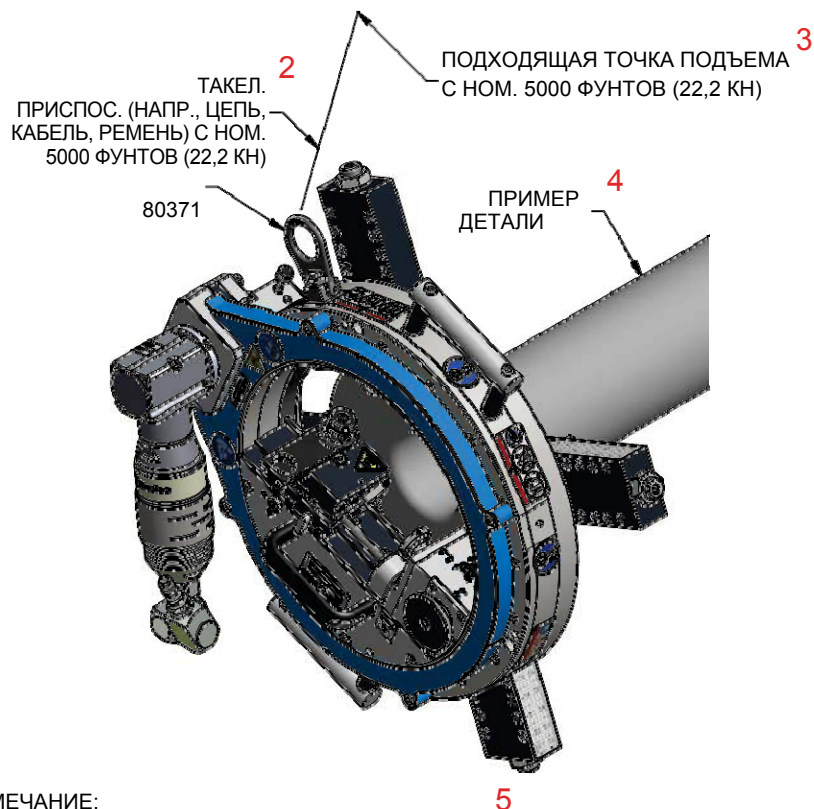

Рисунок 3-10. УСТАНОВКА ПАТРОНА НА ДЕТАЛЬ (ПОКАЗАНА МОДЕЛЬ FF1200)
1. Установите станок на деталь (рис. 3-10).